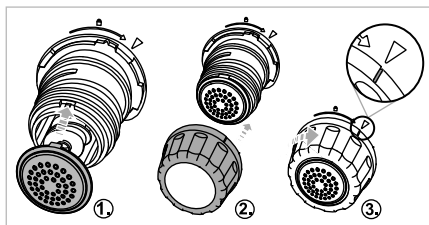

Fig. 5
- 8) Choisissez le disque de façonnage adapté **8** (voir chapitre **9. Disques de façonnage**) et glissez-le sur le support **12** de manière à ce que les deux crans d'arrêt du disque de façonnage **8** glissent dans les évidements du support **12** (**fig. 5**).
- 9) Glissez la fixation du disque de façonnage **14** sur le support **12** et serrez-la dans le sens horaire en direction du symbole  (fig. 5). Immobilisez si nécessaire le disque de façonnage **8** de la main libre.